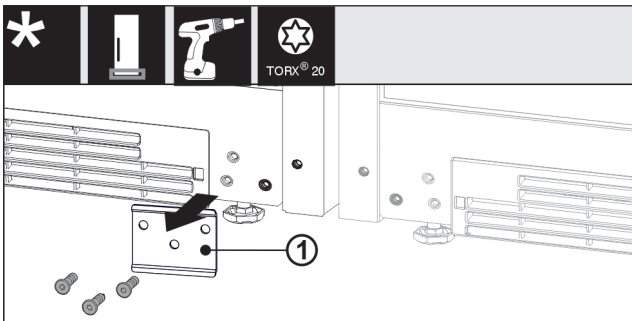

Fig. 14
- ▶ Falls verbaut, Blech Fig. 14 (1) abschrauben.